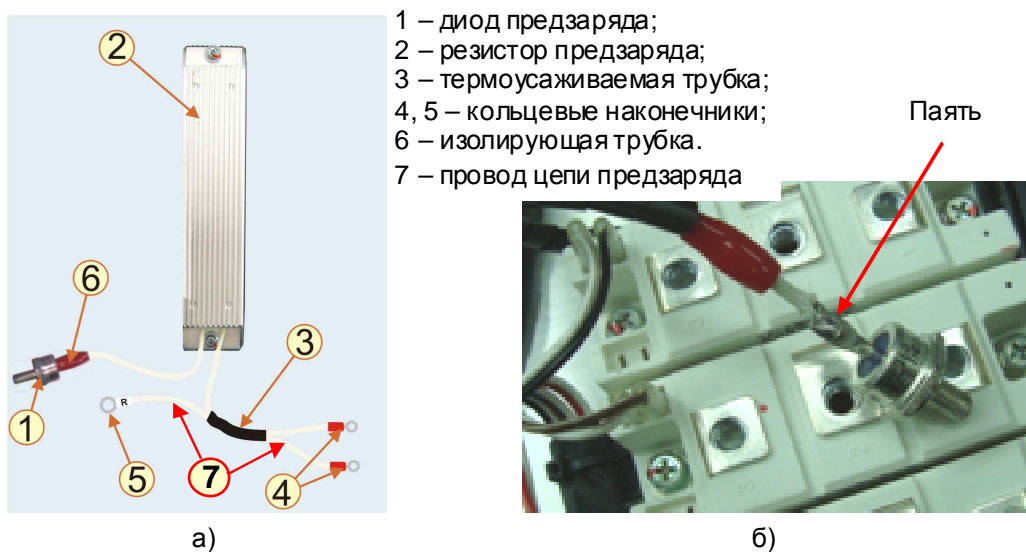

Рис. 7.7.
7.4.1. Зачистить концы проводов резистора предзаряда (рис. 7.7а).
7.4.2. Облудить и соединить пайкой один из проводов резистора предзаряда 2 с катодом диода предзаряда 1 (рис. 7.7а). Надеть на место пайки изолирующую трубку 6.
7.4.4. К второму проводу резистора приложить провод цепи предзаряда (для соединения клеммы R с клеммой ТВ1 платы управления тиристорами), поз.7 на рис.7.7а. На эти два провода надеть отрезок термоусаживаемой трубки и прогреть ее для усадки.
Допускается вместо термоусаживаемой трубки (рис. 7.7) использовать 2 стяжки.